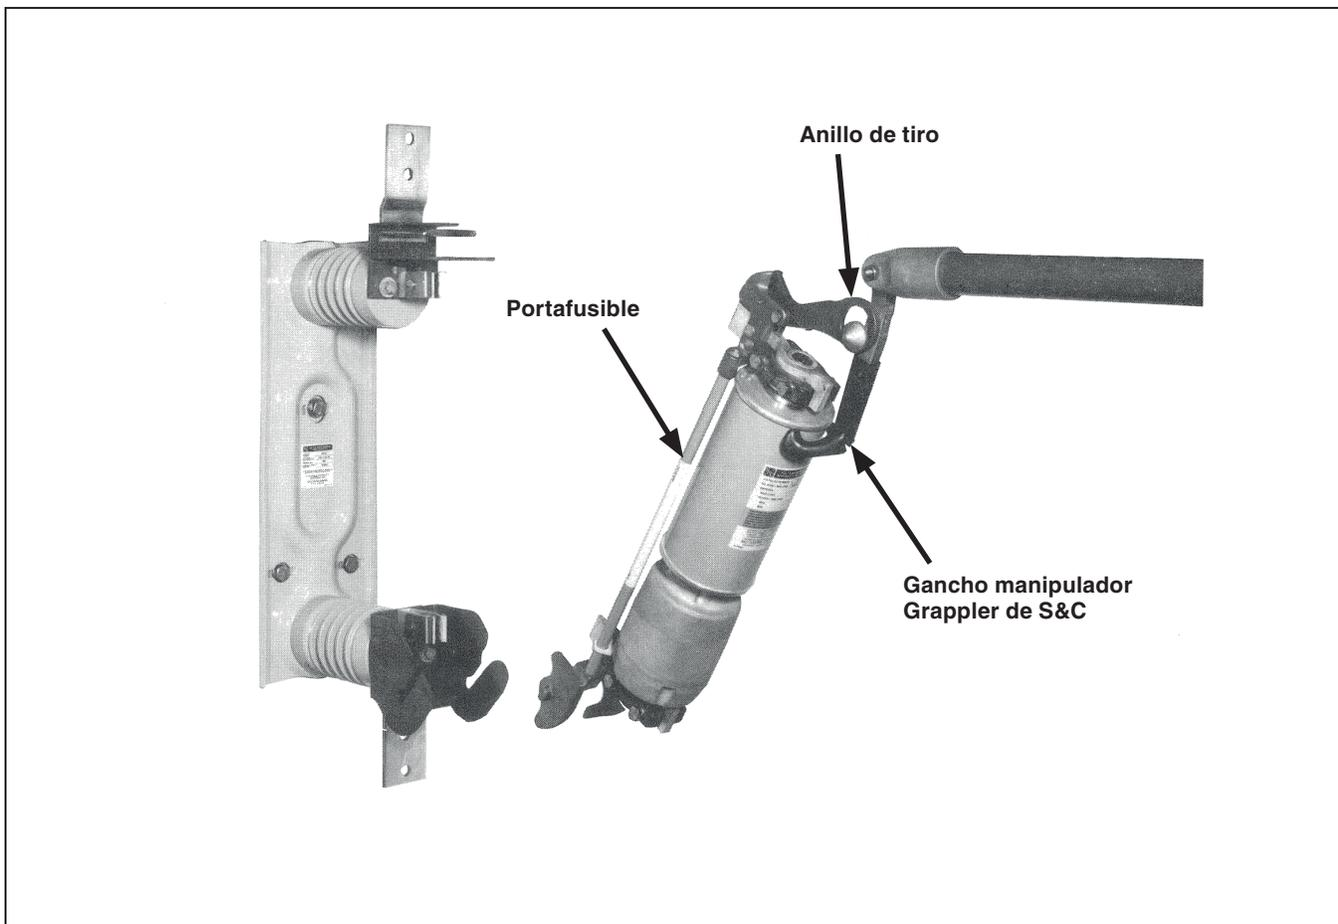

Figura 2. Instalación (o extracción) del portafusible utilizando el gancho manipulador Grappler de S&C.
Se puede utilizar una pértiga universal● que esté equipada con un gancho manipulador Grappler™■ de S&C o unas Pinzas Extra Grandes▲ de S&C para instalar los portafusibles en los montajes con capacidad de 4.16 kV y 13.8 kV. Ver la Figura 2. Los portafusibles con capacidad de 25 kV se deben instalar con la mano, siempre y cuando el montaje haya sido desenergizado y aterrizado debidamente de conformidad con las prácticas operativas.
- PASO 1.** Enganche el gancho manipulador Grappler a la pértiga universal a un ángulo de aproximadamente 90 grados en relación a la línea central de la pértiga, tal y como se muestra en la Figura 2. Sin embargo, debido a que la posición más apta del gancho manipulador Grappler depende de la elevación del montaje del fusible en relación al operador, dicha herramienta de manipulación se debe ajustar según sea necesario para adaptarse a las condiciones.
- Coloque el gancho manipulador Grappler en el anillo de tiro del portafusible según se muestra en la Figura 2 en la página 6.
Enganche el gancho manipulador Grappler a la pértiga universal a un ángulo de aproximadamente 90 grados en relación a la línea central de la pértiga, tal y como se muestra en la Figura 2 en página 6. Sin embargo, debido a que la mejor forma de posicionar el gancho manipulador Grappler depende de la elevación del montaje del fusible en relación al operador, dicha herramienta de manipulación se debe ajustar según sea necesario para adaptarla a las condiciones.